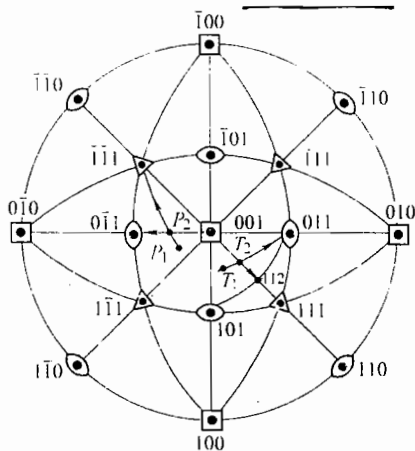

图 1-1 第一题第 2 小题解答图
2. α -黄铜为 FCC 结构, 滑移系统为 $\{111\} \langle 101 \rangle$ 。沿轧向受到拉力的作用, 晶体滑移转动。如图 1-1 所示, 在晶体学坐标系中, 设拉力轴 T_1 位于 001 - 101 - 111 取向三角形中, 则始滑移系为 $(\bar{1}\bar{1}1)[011]$, 拉力轴转向 $[011]$ 方向, 使拉力轴与滑移方向的夹角 λ 减小。当力轴到达两个取向三角形的公共边, 即 T_2 时, 开始发生双滑移, 滑移系 $(\bar{1}\bar{1}1)[101]$ 也启动, 拉力轴既转向 $[011]$ 方向, 又转向 $[101]$ 方向, 结果沿公共边转动。到达 $[112]$ 方向时, 由于 $[101]$ 、 $[112]$ 、 $[011]$ 位于同一个大圆上, 两个 λ 角同时减小到最小值, 故 $[112]$ 为最终稳定位置, 从而使 $\langle 112 \rangle$ 方向趋向于轧向; 在轧面上受到压力作用, 设压力轴 P_1 位于 001 - $0\bar{1}1$ - $1\bar{1}1$ 取向三角形中, 则始滑移系为 $(\bar{1}\bar{1}1)[101]$,